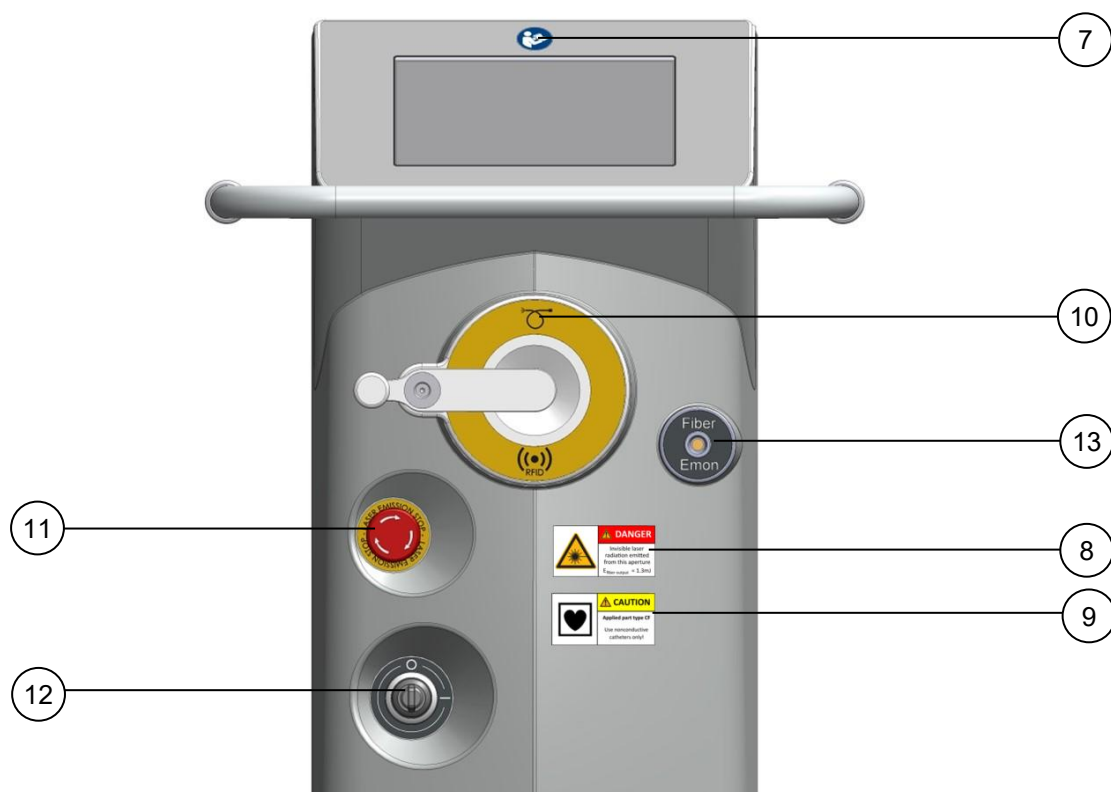

Fig. 2-2: Vista frontal
7.	Siga as instruções de utilização. A etiqueta está localizada na parte da frente do laser, por cima do painel tátil (ver Fig. 2-2).
8.	O sinal de identificação de aviso de laser alerta para a emissão de radiação laser nesta posição. A etiqueta está localizada na parte da frente do laser, junto à abertura do feixe de laser (ver Fig. 2-2).
9.	Peça aplicada de tipo CF à prova de desfibrilhação Só é permitida a fixação de fibras do tipo CF. Só podem ser utilizados cateteres não condutores. A etiqueta encontra-se por baixo da ligação correspondente no painel frontal (ver Fig. 2-2).
10.	Ligação da fibra. A etiqueta encontra-se por cima da ligação correspondente no painel frontal (ver Fig. 2-2).  Símbolo para identificação de radiofrequência.  Aplicador de fibra ótica
11.	Identificação do ponto de paragem da emissão de laser. A etiqueta está localizada na parte da frente do laser (ver Fig. 2-2).
12.	Indicação da posição do interruptor de chave. O = "OFF" (Desligado) I = "ON" (Ligado) A etiqueta está localizada na parte da frente do laser (ver Fig. 2-2).
13.	Monitor de energia para a fibra. A etiqueta está localizada na parte da frente do laser (ver Fig. 2-2).